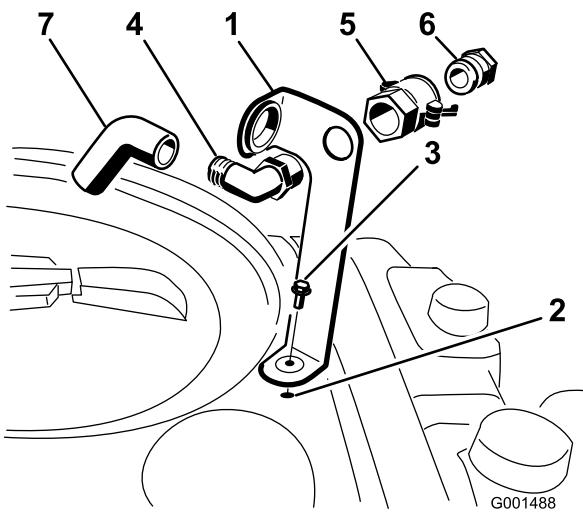

Bild 3
- Setzen Sie die Füllanschlusshalterung auf das Gewindeloch im Behälter und befestigen Sie sie mit einem Bundbolzen (5/16 x 3/4 Zoll) (Bild 3).
- Stecken Sie das Gewinde des 90-Grad-Anschlussstückes durch die Halterung und schrauben Sie die Schnellkupplung auf. Befestigen Sie sie an der Halterung (Bild 3).
- Montieren Sie den Schlauchadapter auf die Schnellkupplung (Bild 3).
- Drehen Sie die Hebel zum Adapter, um ihn zu arretieren. Befestigen Sie ihn dann mit den Lastösenbolzen (Bild 3).
- Stecken Sie den Rücklaufschlauch durch die große Öffnung in der Halterung und auf das Ende mit dem Widerhaken der 90-Grad-Halterung (Bild 3).